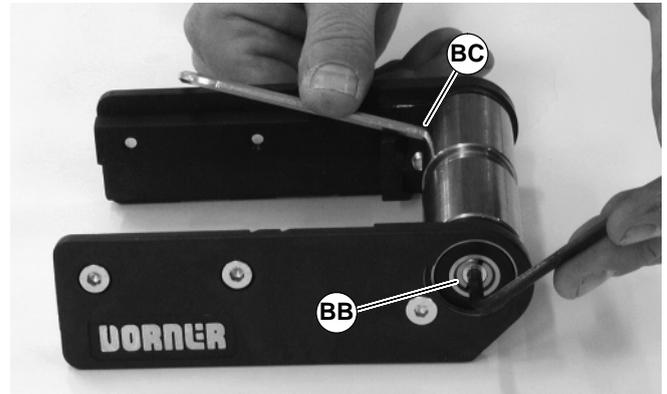

Abbildung 32
3. Mit einem 4 mm Innensechskantschlüssel die konische Schraube an der Antriebswelle lösen (BB siehe Abbildung 32). Die Antriebswelle mit dem zweiten Sechskantschlüssel (BC), der in das Loch an der Antriebswelle eingeführt wird, festhalten. Das Verfahren für die gegenüberliegende Seite der Antriebswelle wiederholen.